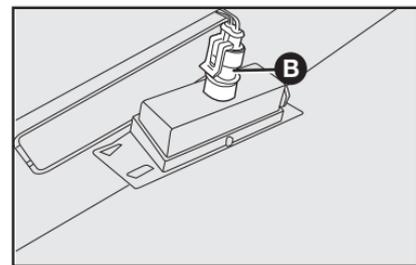

fig. 63
2) retirar la lámpara de su alojamiento **B-fig. 63** y sustituirla.